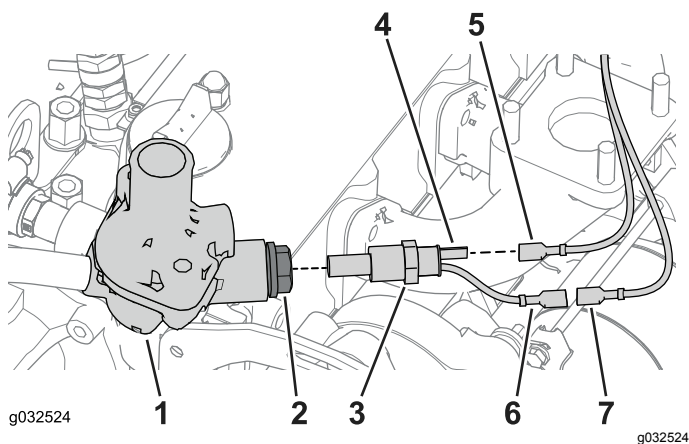

Figura 29
1. Localice el alojamiento del termostato en el bloque motor, y retire el tapón del orificio del motor (Figura 29).
5. Localice el cable amarillo que desconectó en el paso 2 de Enrutado de la manguera de alimentación \(página 15\) y conéctelo al conector "motor-caliente" del sensor de temperatura (Figura 29).
6. Localice el cable naranja que está atado al cable amarillo, retire la brida y conecte el cable al conector "motor-templado" del sensor de temperatura (Figura 29).